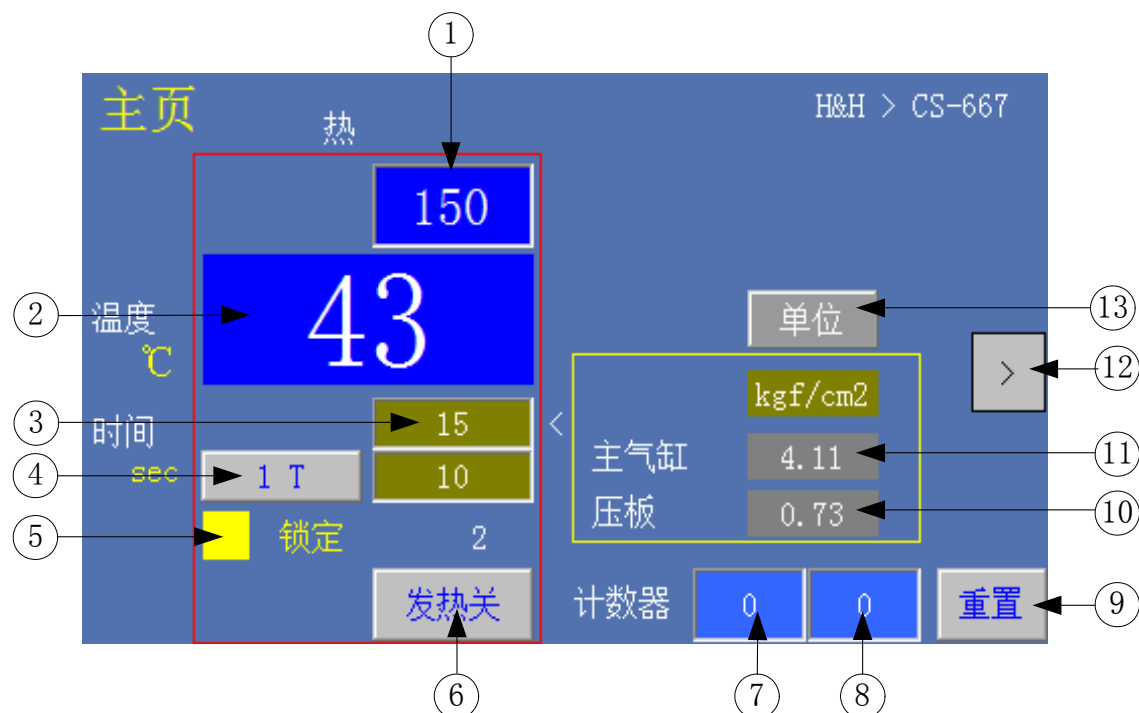

图 5 主页面
数秒后将会跳转到“主页”页面，此页面涵盖本机的所有主要功能，如图 5 所示。
在主页面面上，按下图 5 中的#4 按钮，可以在两种（1T/2T）不同的模式之间进行切换。
2. 设定允许的发热板温度（即图 5 中#2）与设定温度之间的最大偏差。